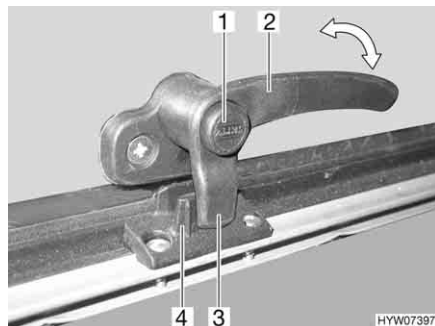
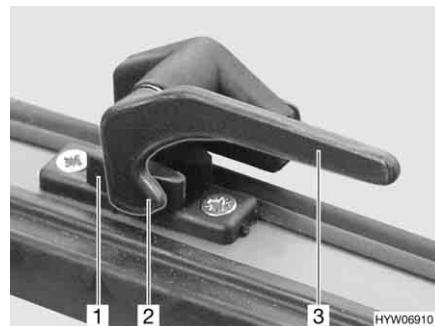

Bild 53 Verriegelungshebel mit Sicherungsknopf in Stellung "geschlossen"
Bild 54 Verriegelungshebel in Stellung "geschlossen"
- Wenn vorhanden, Sicherungsknopf (Bild 53, 1) drücken und gedrückt halten.
- Den Verriegelungshebel (Bild 53, 2 oder Bild 54, 3) eine viertel Umdrehung zur Fenstermitte hin drehen.
- Wenn vorhanden, Sicherungsknopf (Bild 53,1) drücken und gedrückt halten.
- Den Verriegelungshebel (Bild 53,2 oder Bild 54,3) eine viertel Umdrehung zum Fensterrahmen hin drehen. Die Verriegelungsnase (Bild 53,3 oder Bild 54,2) am Verriegelungshebel liegt komplett auf der Innenseite der Fensterverriegelung (Bild 53,4 oder Bild 54,1).
- in Stellung "fest verschlossen" (Bild 53 und Bild 54)